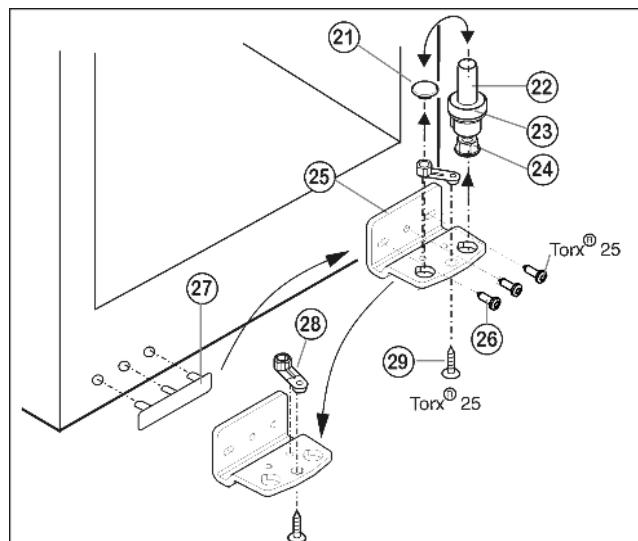

Fig. 5
- Извлеките опорный винт Fig. 5 (22) в комплекте с шайбой Fig. 5 (23) и регулируемой опорой Fig. 5 (24), вытягивая его вверх.
- Снимите пробку Fig. 5 (21).
- Открутите Fig. 5 (26) опорный кронштейн Fig. 5 (25).
- Открутите Fig. 5 (29) опорную деталь Fig. 5 (28) и, переставив в отверстие на противоположной стороне опорного кронштейна, снова прикрутите.
- Осторожно снимите и переставьте на противоположную сторону крышки со стороны ручки Fig. 5 (27).
- Снова прикрутите опорный кронштейн Fig. 5 (25) на новой стороне шарнира (**с моментом 4 Нм**). При необходимости используйте аккумуляторный шуруповерт.
- Переставьте пробку Fig. 5 (21) в свободное отверстие.
- Вновь установите опорный винт Fig. 5 (22) в комплекте с шайбой и регулируемой опорой. При этом фиксатор должен быть направлен назад.
- ▶ Установите дверцу сверху на нижний опорный палец Fig. 5 (22).
- ▶ При необходимости выровняйте дверцы через два продольных паза в нижнем опорном кронштейне Fig. 5 (25) параллельно корпусу устройства. Для этого выкрутите средний винт.